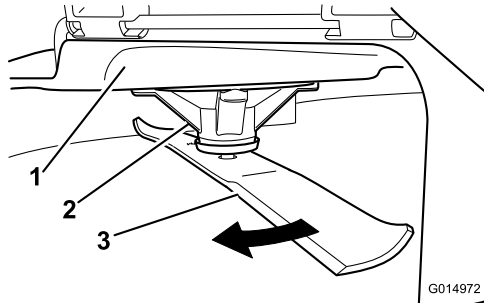

Figura 97
2. Llevando guantes fuertemente acolchados u otro tipo de protección apropiada para las manos, gire la cuchilla lentamente hasta una posición que permita medir la distancia entre el filo de corte y la superficie nivelada en la que descansa la máquina (**Figura 97**).